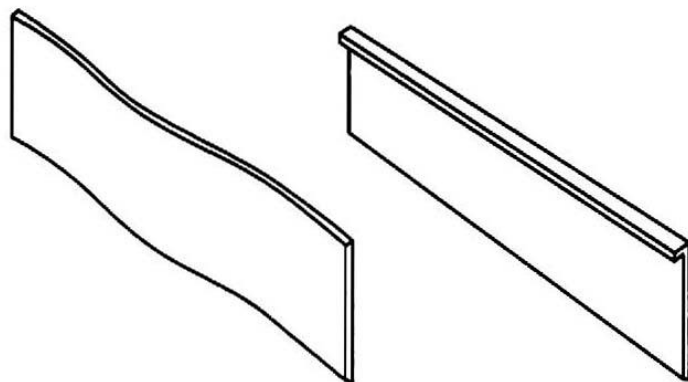

图 26 平板结构卷边的示意
⑦ 对平板结构进行卷边处理可以增加钢板的刚度，节约材料的费用，如图 26 所示。